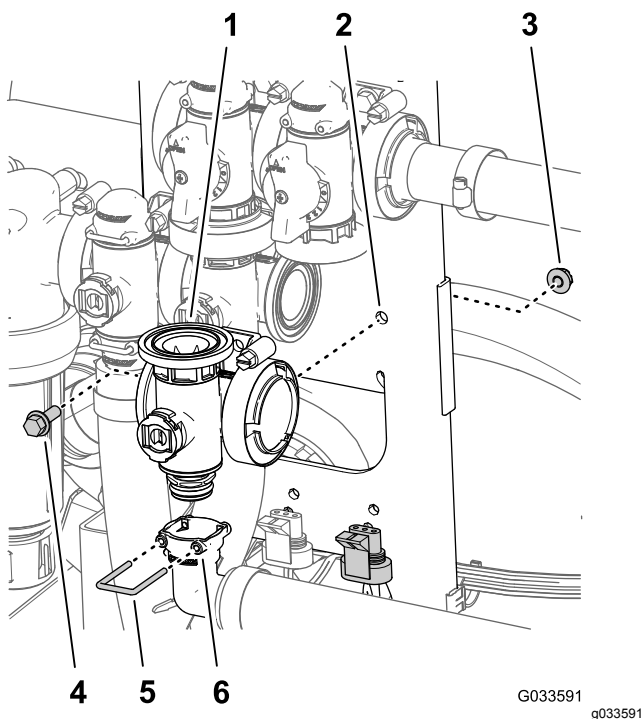

図 130
5. 90° 出口フィッティングのソケットを、マスターブームバルブ用のマニホールドの底部にあるカップリングのフィッティングに取り付ける 図 130。
6. 出口フィッティングのソケットにリターナを入れて出口フィッティングのカップリングを固定する図 130。